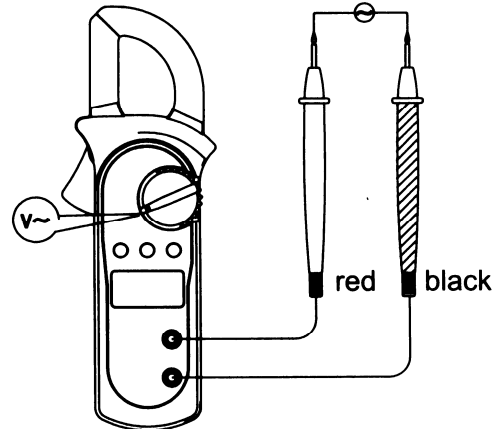

Рис. 4
**B. Измерение переменного напряжения (рис.4)**